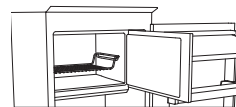
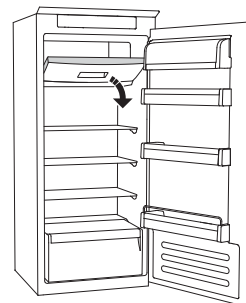

Figura 1
Figura 2
- arrume os alimentos na grelha, se existir (figura 1), ou diretamente no fundo do compartimento (figura 2)
- coloque os alimentos no meio do ******* compartimento sem que estes entrem em contacto com alimentos já congelados, mantendo uma distância de cerca de 20 mm (figura 1 e 2).
O SISTEMA STOP FROST (disponível consoante o modelo) facilita o processo de descongelação do compartimento do congelador. O acessório STOP FROST (figura 1) foi desenhado para recolher algum do gelo que se forma no compartimento do congelador e pode ser facilmente retirado e limpo, reduzindo assim o tempo necessário para descongelar o interior do compartimento do congelador.
- Abra a porta do compartimento do congelador e retire a gaveta superior (figura 2).